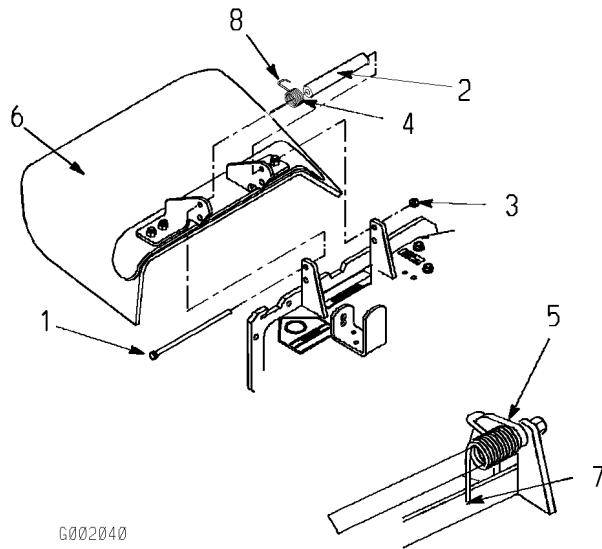

Figure 66
1. Retirez le contre-écrou, le boulon, le ressort et l'entretoise qui fixent le déflecteur aux supports de pivot (Figure 66). Enlevez le déflecteur s'il est endommagé ou usé.
Remarque: Prenez soin de placer l'extrémité en L du ressort derrière le bord du plateau avant de mettre le boulon en place, comme indiqué à la Figure 66.
3. Remettez le boulon et l'écrou. Accrochez l'extrémité en J du ressort au déflecteur d'herbe (Figure 66).